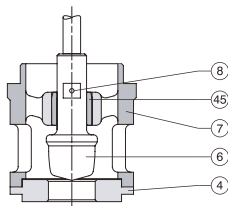

Fig. 7 - Internos dos tipos 85-02, 85-08, 85-12, 85-62
2. Remova as porcas da haste (23), porcas do flange prensa gaxeta (29), flange prensa gaxeta (21) e prensa gaxeta (27).
3. Remova as porcas (46) e retire o castelo (14). Tome cuidado para não causar danos às gaxetas (17), quando por elas passar a rosca da haste (22).
4. Puxe para fora do corpo (1) o obturador (6) com a haste (22), retentor da sede (7), (fig. 7), junta do corpo (11), junta espiralada (10) e junta do retentor da sede (9).
6. Não retire a bucha guia (45), do retentor da sede (7), (fig. 7) se não houver necessidade de substituí-la. A bucha guia é prensada no retentor da sede.
1. Retire as porcas (36) e prisioneiros (38). Retire o castelo (14). Tome cuidado para não causar danos às gaxetas (17), quando por elas passar a rosca da haste (22).
2. Desrosqueie a haste (22) do conjunto de selagem (35).
3. Retire a porcas (46) do alojamento (34) e remova o conjunto composto pelo alojamento do subconjunto de selagem (34) com o conjunto do fole (35) e obturador (6). Em alguns tipos de construção de internos este conjunto inclui o retentor da sede (7), (fig. 7).
4. Se o retentor da sede (7), (fig. 7) permaneceu no corpo da válvula, puxe-o juntamente com a junta do corpo (11), junta espiralada (10) e junta do retentor da sede (9).
5. Se necessário separar o conjunto do fole (35) do obturador (6), remova o pino (8) e desrosqueie o obturador (6).
6. Caso o retentor da sede tenha saído com o conjunto do fole remova o pino (8) e desrosqueie o obturador (6) liberando o retentor da sede (7), (fig. 7), junta do corpo (11), junta espiralada (10) e junta do retentor da sede (9).
7. No caso de troca do obturador (6) um novo conjunto de selagem (35) deve ser instalado.
4. No caso de troca da bucha guia (45), prenda-a no retentor da sede (7), (fig. 7).
5. No caso de substituição da haste, rosqueie a nova haste (16) no obturador (6) até o final da rosca, de maneira que fique bem apertada. Faça um furo passante para o pino (8) através do obturador (6) e da haste (22) usando o furo existente no obturador (6) como guia. Instale um novo pino (8) e trave-o.
6. Em algumas configurações, o obturador (6) não passa pelo retentor da sede (45), (fig. 7). Nesse caso passe o retentor da sede (7), pela haste (22).
7. Monte o retentor da sede (7), ou o conjunto incluindo retentor da sede (7), (fig. 7) e obturador (6) com haste (22) no corpo (1). Assegure-se que o retentor da sede monte adequadamente na sede. Qualquer posição rotacional do retentor da sede em relação ao corpo é aceitável.
- Insira o obturador (6) na bucha guia do retentor da sede (45), pelo lado inferior do retentor da sede (7), (fig. 7).
- Monte o conjunto incluindo retentor da sede (7), fig. 7), obturador (6), conjunto de selagem (35), alojamento do fole (34), juntas e adaptador da gaiola (quando aplicável) no corpo (1). Assegure-se que o retentor da sede monte adequadamente na sede. Qualquer posição rotacional do retentor da sede em relação ao corpo é aceitável.
- Quando o obturador (6) passa pela bucha do retentor da sede (45), fig. 7), proceda como segue:
- Monte o retentor da sede (7), (fig. 7) no corpo (1). Assegure-se que o retentor da sede monte adequadamente na sede. Qualquer posição rotacional do retentor da sede em relação ao corpo é aceitável.
- Monte o obturador (6), conjunto de selagem (35) e alojamento (34) passando o obturador (6) pela bucha guia (45), (fig. 7).
- Aperte as porcas do corpo (46) usando como referência, para roscas limpas, os torques dados na (tabela 1 - página 6). Aperte as porcas alternadamente numa sequência diametralmente cruzada.